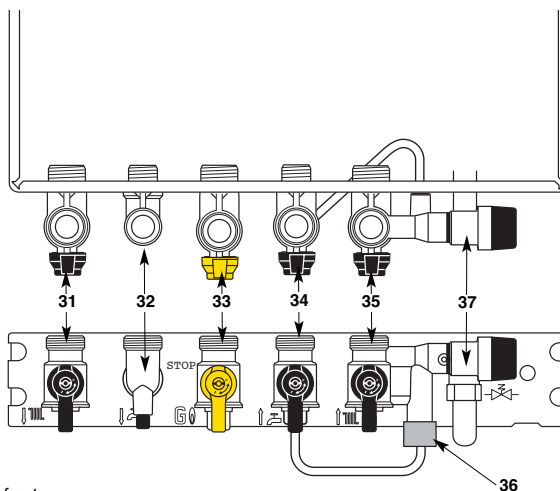

Fig. 22 - Vista dall'alto e di fronte
### Barretta rubinetteria (fig. 22)
3. aprite l'arrivo del gas facendo ruotare il rubinetto **33** (fig. 22) posizionandolo su « ↓ ».
In determinati casi d'installazione, potrebbe verificarsi, dopo aver attinto acqua calda, un leggero riscaldamento della tubazione (ed eventualmente di un termosifone). Per evitare che ciò si verifichi, basta chiudere il rubinetto partenza riscaldamento **31** (fig. 22).
- escludete l'arrivo del gas posizionando il rubinetto **33** (fig. 22), su «O»